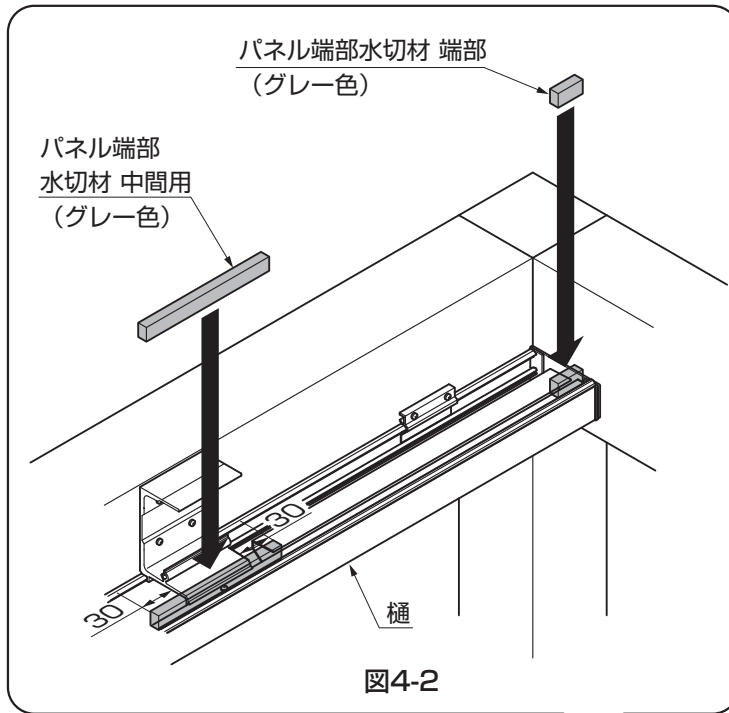
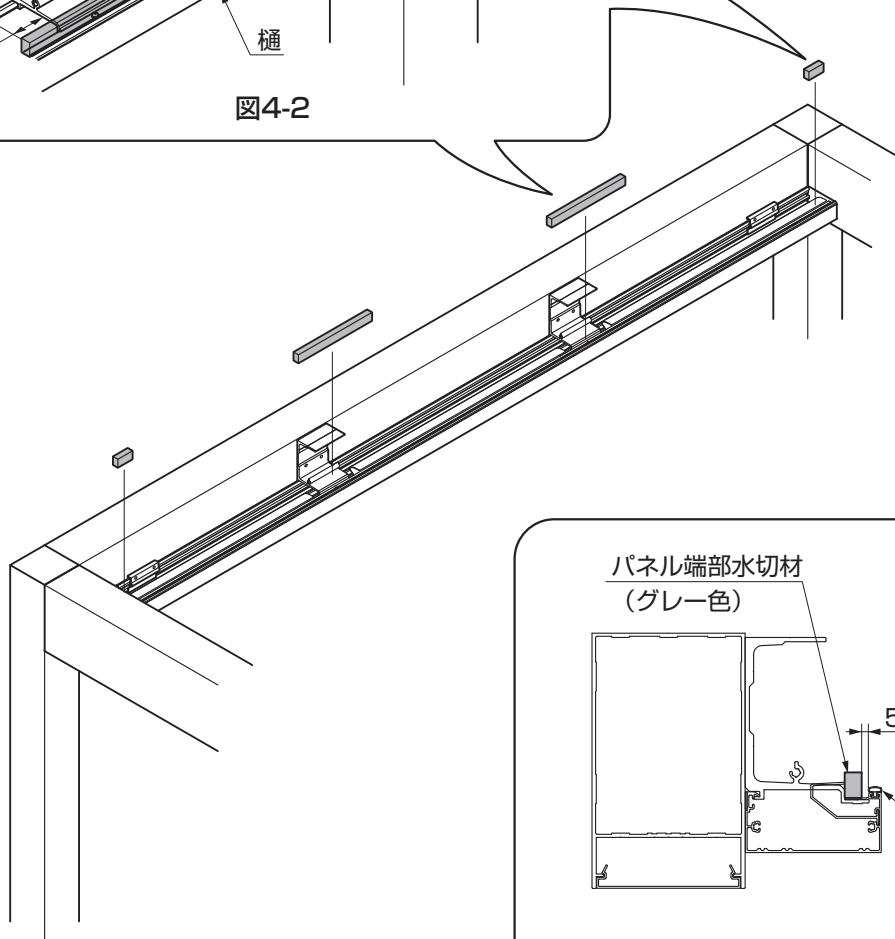

図4-2
図4-1
① 樋にパネル端部水切材 端部・中間用を取付けてください。(図4-1、図4-2参照)